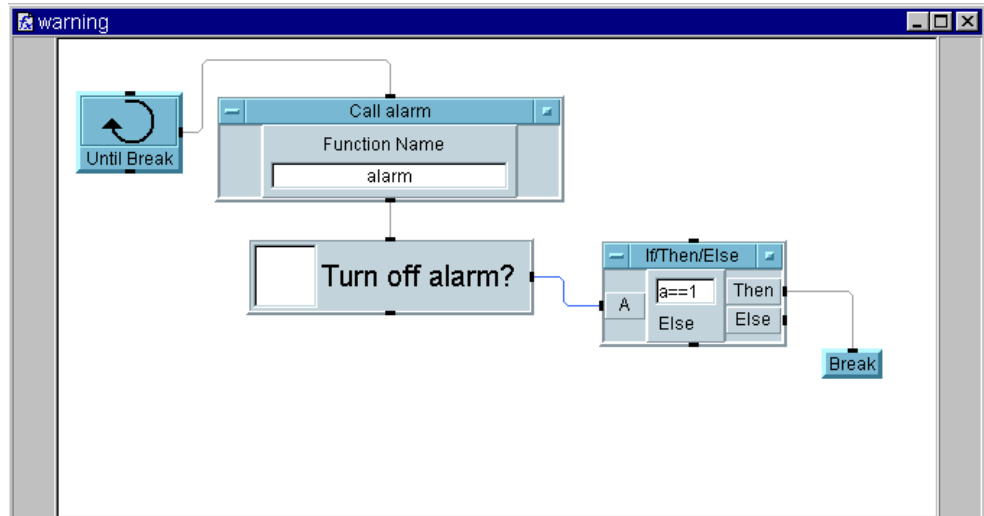

図 8-24. Warning UserFunction (詳細ビュー)
17. [Flow] ⇒ [Repeat] ⇒ [Break] を選択し、図 8-24 に示すように、If/Then/Else オブジェクトの Then 出力に接続します。